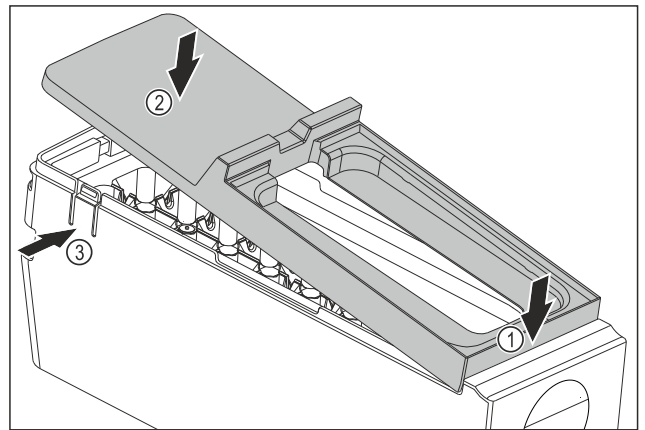

Fig. 82
- ▶ Montare la copertura del corpo dell'EasyTwist-Ice: Applicare la copertura sul davanti. Fig. 82 (1)
- ▶ Abbassare la copertura sul retro. Fig. 82 (2)
- ▷ La copertura si innesta in entrambe le linguette Fig. 82 (3) in modo udibile.